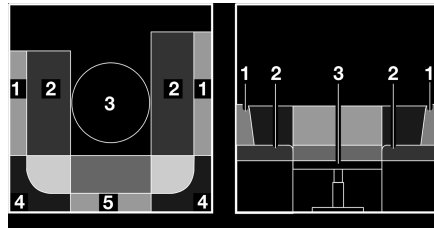
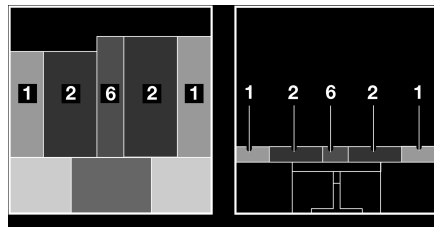

Fig. 76 Durante la transformación
Fig. 77 Después de la transformación
- Extraer los cojines del respaldo (Fig. 76,1, 4 y 5).
- Tirar de los cojines del asiento (Fig. 77,2) hacia el centro.
- Colocar los cojines del respaldo (Fig. 77,1) entre los cojines del asiento (Fig. 77,2) y la pared exterior.
- Colocar el cojín adicional (Fig. 77,6) entre los cojines del asiento (Fig. 77,2) sobre la mesa (Fig. 76,3).